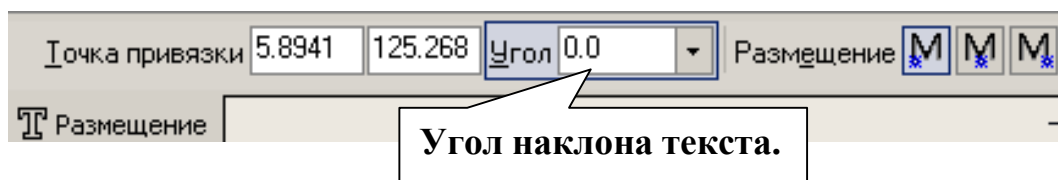

Рис. 14
- На панели **Обозначения – Ввод текста**, . Параметры текста при его создании и редактировании отображаются в отдельных **полях Строки параметров**, рис. 14.
- Текст №2 выполнен под углом. В данный момент строка параметров имеет вид, показанный на рис. 14, поле ввода угла активно, поэтому сразу набирайте 90 и нажмите [Enter], поместите курсор в точку начала текста и щелкните левой кнопкой мыши. Напечатайте слово «Пластина», нажмите **Создать объект**.